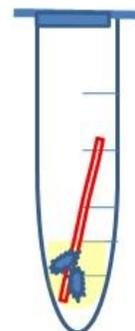

Figura 2.5.1– Reação eletroquímica dos íons de prata com o fio de cobre.
- Dobre um fio de cobre e mergulhe nessa solução. Observe atentamente o que acontece, por no mínimo 5 minutos, como indicado na Figura 2.5.1.